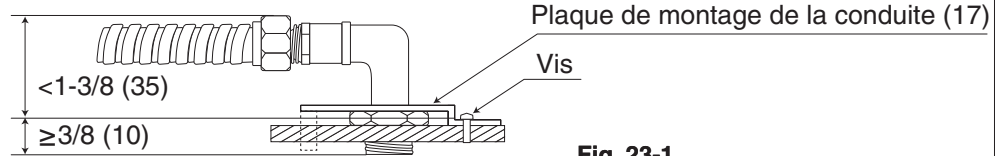
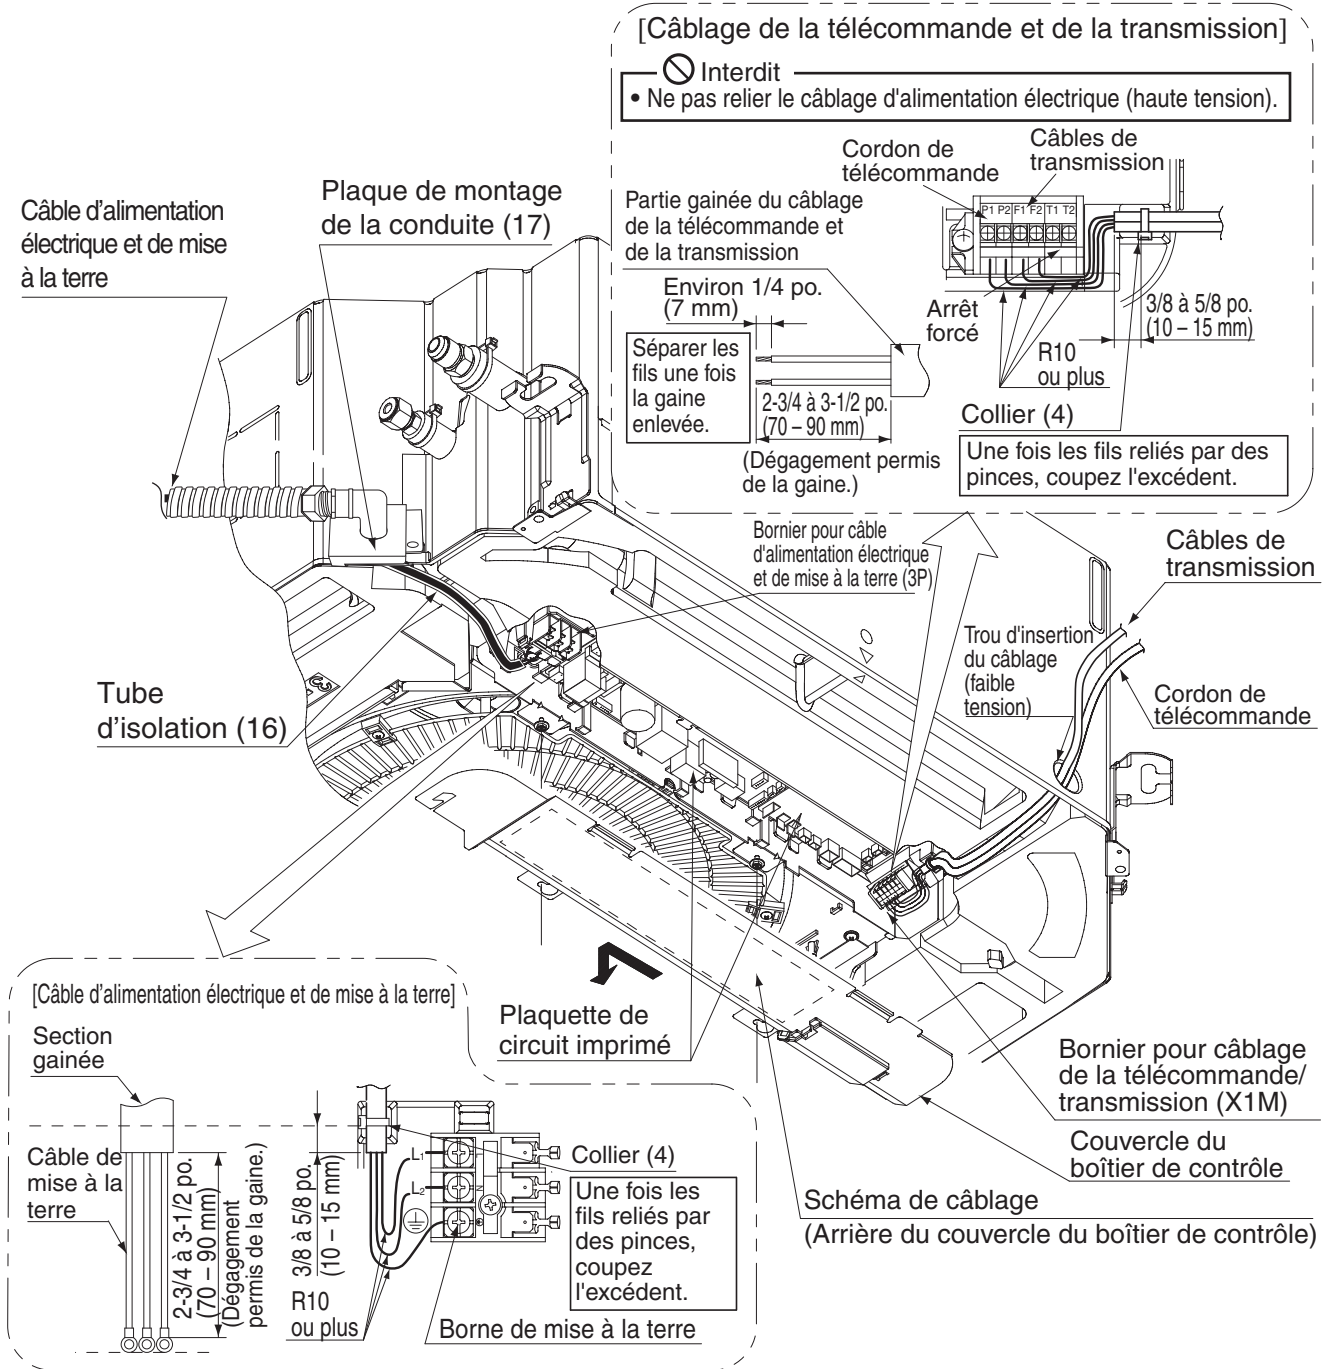

Fig. 23-1
Fig. 23-2
- Câblage de la source d'alimentation et de la mise à la terre. Faites passer le câble d'alimentation à travers le tube d'isolation (16) fourni entre la sortie de la conduite et la borne d'alimentation, et fixez-les ensemble à l'aide du collier (4) fourni. **(Reportez-vous à la Fig. 23-2)**
Utilisez une paire de plaques de montage de la conduite (17) pour raccorder une conduite à l'unité, comme indiqué à la Fig. 23-1. Après avoir branché le câblage d'alimentation électrique à la borne [L₁ · L₂] du bornier d'alimentation (X2M) et le câblage de mise à la terre à la borne appropriée, fixez-les près du bornier à l'aide du collier (4) fourni. **(Reportez-vous à la Fig. 23-2)**
- Câblage de la télécommande, câblage de la transmission. Tirez sur le câblage pour le faire passer dans le trou de pénétration du câblage (faible tension). Après avoir relié le câblage de la télécommande à la borne [P1 · P2] et le câblage de la transmission à la borne [F1 · F2] du bornier (X1M), attachez-le avec le collier (4) fourni près du bornier. **(Reportez-vous à la Fig. 23-2)**
- Utilisez une conduite avec coude de 90° dont les dimensions correspondent à la **Fig. 23-1** pour l'empêcher de frapper le boîtier du moteur de pivot du panneau décoratif.